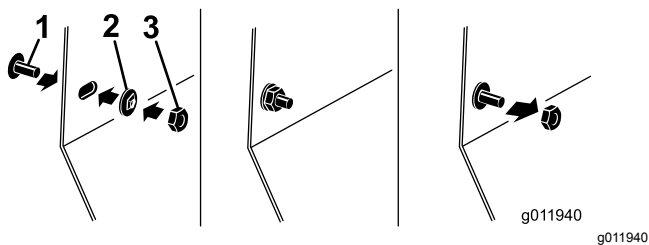

Figura 3
2. Montate le 2 viti (5/16" x 3/4") sul pannello laterale e ruotatelo per montare i 2 dadi in gabbia (5/16") sulla vite (Figura 3).
3. Montate il dado esagonale (5/16") sulla vite per serrare il dado in gabbia contro il pannello laterale (Figura 3).